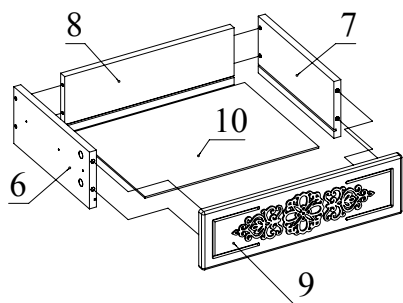

Рис.6
4. Соберите ящик. Для этого соедините детали 6, 7 с деталью 8 с помощью конфирматов. Затем вставьте деталь 10 (ДВП) в пазы деталей 6, 7, 8. Установите фасад ящика 9 на детали 6, 7 и зафиксируйте, повернув конфирматным ключом головки минификсов по часовой стрелке до упора (Рис. 6).